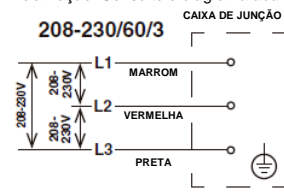

Fig. 3
- A conexão elétrica deve ser feita de acordo com as instruções na etiqueta de "AVISO", fornecida com o condutor rabo de porco na caixa de junção. Consulte a Fig. 3.